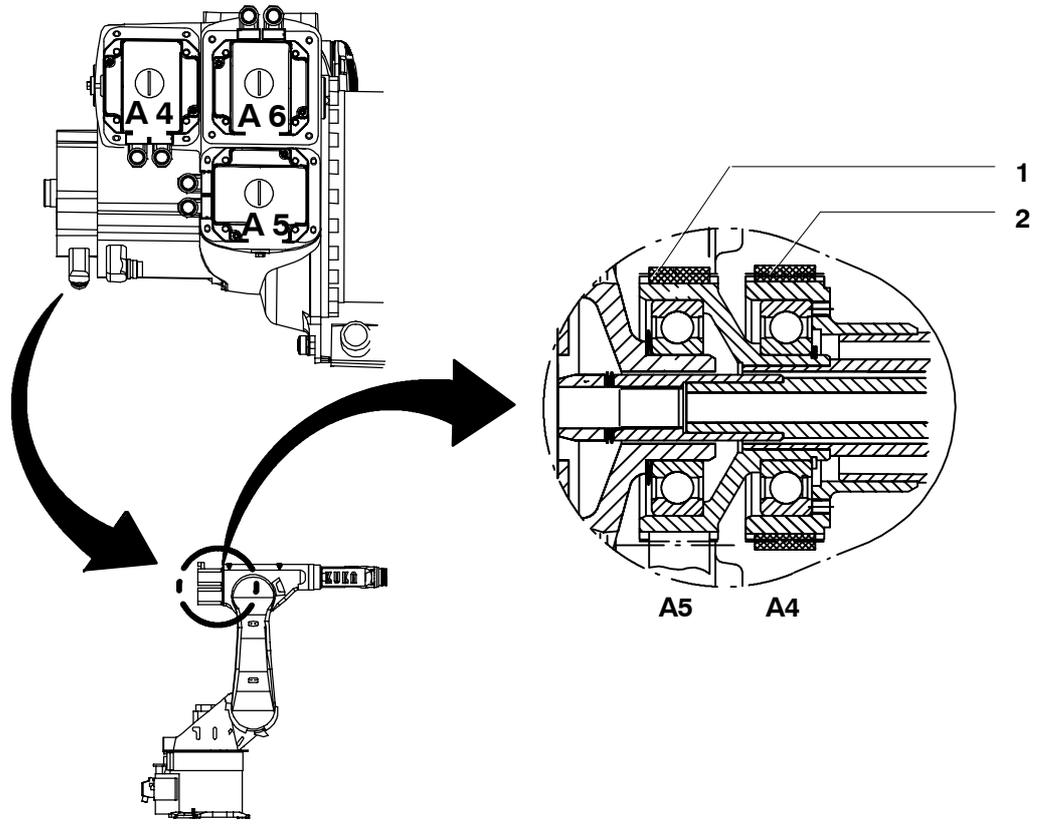

Fig. 123 Courroie dentée axe 4, 5
- (1) Démontez les entraînements des axes du poignet A4, A5 et A6 (Fig. 123) (voir les paragraphes 13.6.4, 13.6.5 et 13.6.6).
- (2) Enlever les courroies dentées (1) et (2).
- (1) Mettre les courroies dentées (Fig. 123/1) et (2) en place.